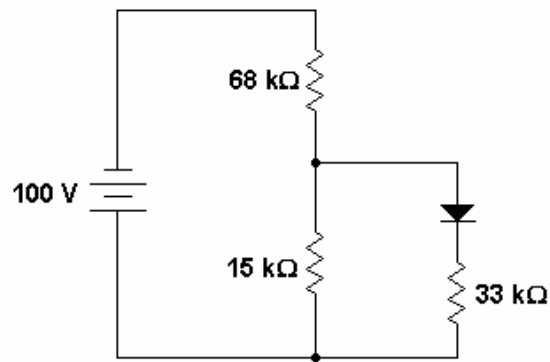

FIGURA 2
- 8) Qual o valor da tensão reversa sobre o diodo, no circuito da Figura 2?